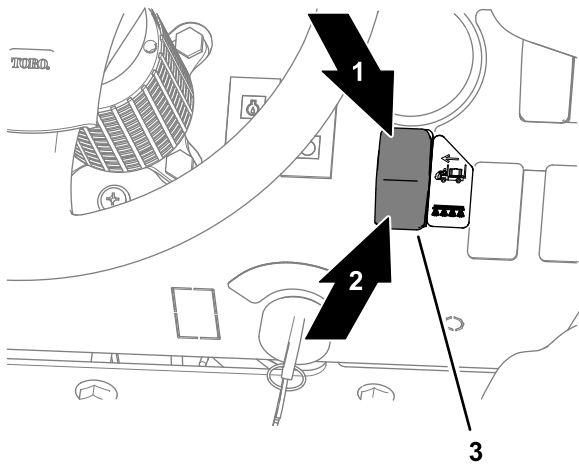

Figura 146
8. En el salpicadero de la máquina, presione el interruptor habilitar/transporte a la posición MODO HABILITAR (Figura 146).